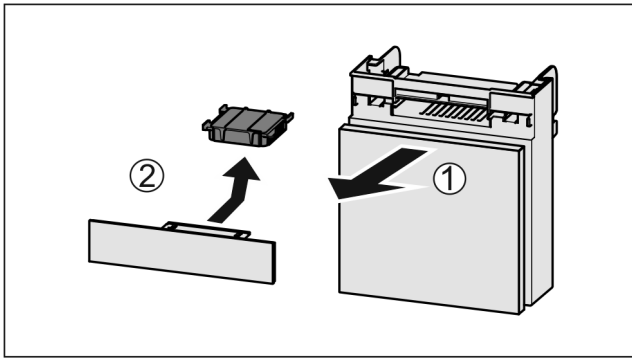

Fig. 91
- ▶ Lade vanaf de voorkant eruit trekken Fig. 91 (1).
- ▶ Actiefkoolfilter verwijderen Fig. 91 (2).